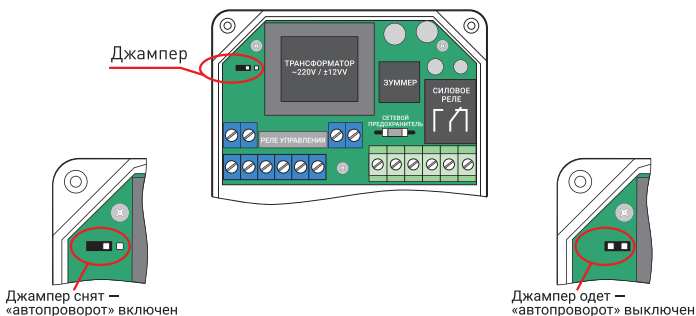

Рис. 1 Схема установки и снятия джампера (перемычки).
3.2 Внутри корпуса модуля управления на печатной плате находится штыревой разъем (см. рис. 1). С помощью перемычки (джампера) можно изменять функционал данного модуля управления.
3.2.1 Если джампер снят (см. рис. 1), то алгоритм работы модуля управления, следующий:
3.2.2 Если джампер установлен (см. рис. 1), то алгоритм работы модуля управления, следующий:
4.6 В зависимости от требуемого режима работы блока управления снимите или оденьте джампер (рис.1) для включения или выключения функции «автосброс».